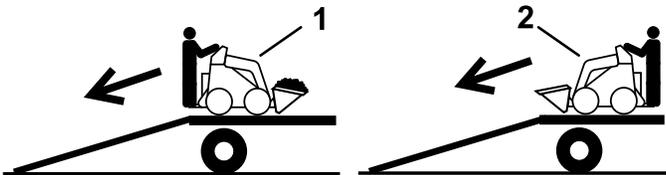

Рисунок 16
2. При выгрузке машины с прицепа по наклонному въезду более тяжелая часть машины должна быть обращена вверх, при этом грузы должны быть опущенными (Рисунок 16).